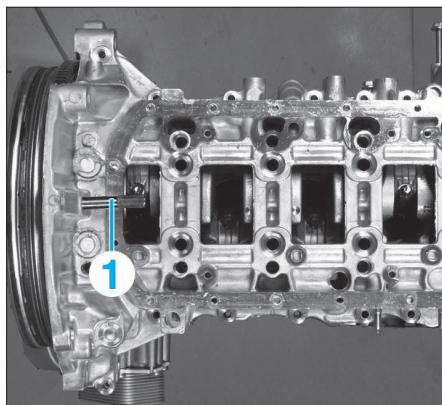

FIG. 25
- Amener le vilebrequin de façon à insérer la pince de blocage (Ø 12 mm) (1) du volant moteur (outil réf. (-)0194.C) (Fig. 25).
- Déposer la pince de blocage (1) (Fig. 25).